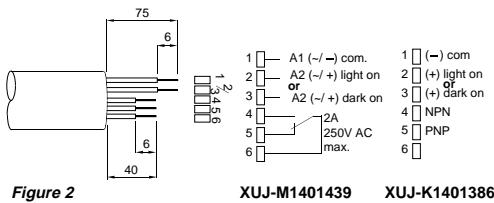

Figure 2 XUJ-M1401439 XUJ-T1401447
- Effectuer le raccordement, hors tension, conformément aux indications portées sur l'étiquette interne (Figure 2).
- Connect the device, with the power off, as shown on the diagram inside of the terminal cover (figure 2).
- Die Verdrahtung ist bei spannungslos geschaltetem Gerät entsprechend dem Sensor angebrachten Anschlußplan durchzuführen (Abb. 2).